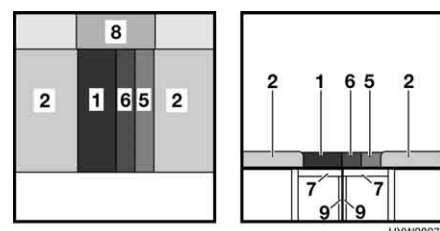

Fig. 43 Dopo la trasformazione in letto matrimoniale
- Inserire il cuscino aggiuntivo (Fig. 43,8).
- Estrarre completamente i telai portamaterasso (Fig. 43,7).
- Aprire i quattro puntelli (Fig. 43,9).
- Posizionare i cuscini dello schienale (Fig. 43,1, 5 e 6) sui telai portamaterasso.